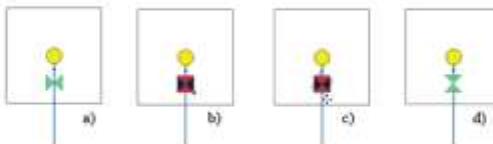

Рисунок 6.3. Поворот узлового объекта
2. Выделить определенный символический объект. Для этого нужно установить на него курсор и нажать левую клавишу мыши. Символ выделится прямоугольной областью с небольшим кружком в одном из ее углов. (смотрите Рисунок 6.3, «Поворот узлового объекта» b).
4. Перемещая мышью, поворачивайте символ до нужного угла. (смотрите Рисунок 6.3, «Поворот узлового объекта» c);
5. Отпустить левую клавишу мыши, для завершения поворота. (смотрите Рисунок 6.3, «Поворот узлового объекта» d).